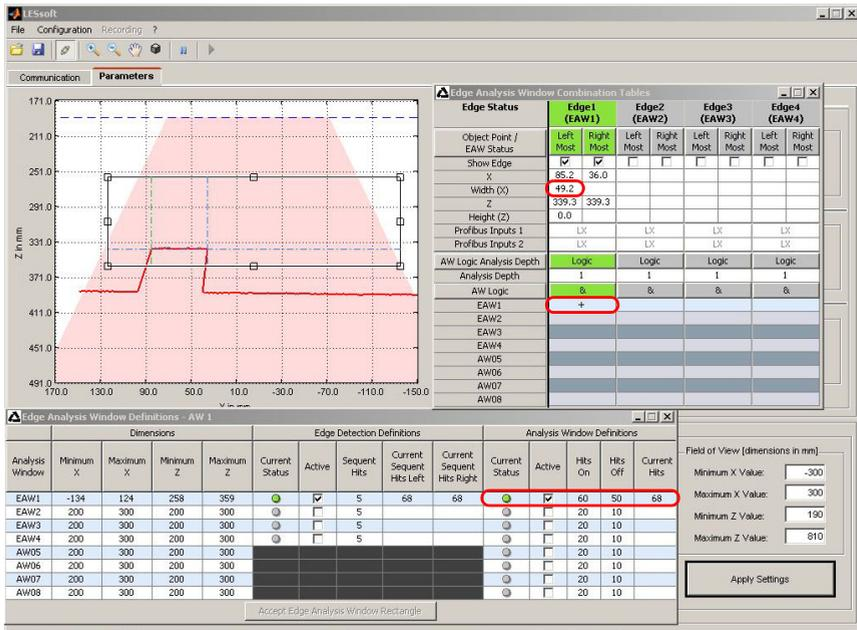

Bild 9.9: Applikationsbeispiel 3.1: Breitenkontrolle kubischer Objekte mit Objekterkennung
Der Schwellwert zur Objekterkennung im EAW1 beträgt 60 Hits. In Bild 9.9 befindet sich ein breites Objekt mit Current Hits = 68 im Messbereich des LES. Das Objekt wird erkannt, der Status der Objekterkennung ist grün (ok). Im Fenster Edge Analysis Window Combination Tables ist die zusätzliche Objekterkennung durch Anwahl von + unter EAW1 aktiviert. Alle Ergebnisse sind grün (ok). Die ermittelte Breite des Kartons beträgt 49,2mm (Spalte Edge1 -> Zeile Width (X)).